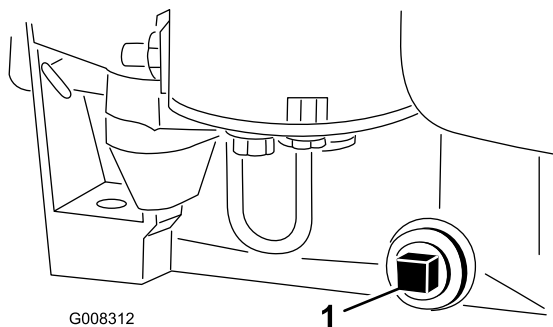

Figura 25
9. Retire el tapón de vaciado de aceite para que se vacíe el aceite (Figura 25).